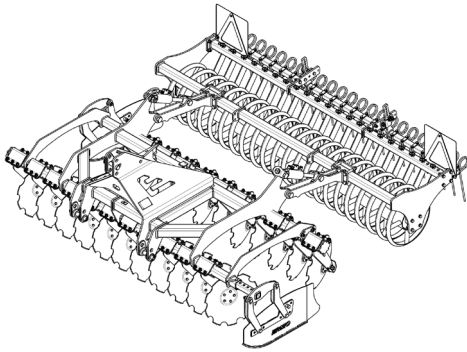

Figura 4-GHIBLI versione portata con telaio fisso /
- **Portata:** la macchina è attaccata direttamente ai bracci e al terzo punto del trattore (figura 4).
- **Fisso:** Disponibile per macchine con larghezza di lavoro inferiore ai 3 metri (figura 4).